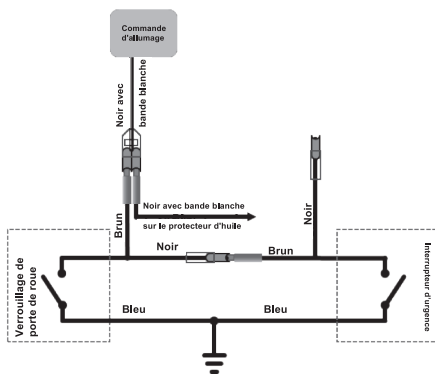
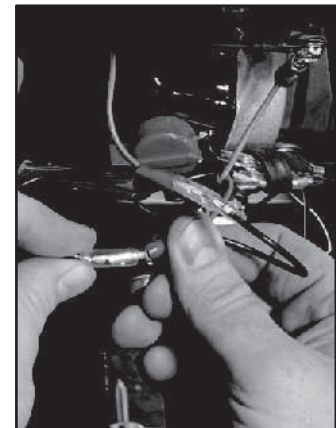

Fig. 59
Fig. 60
Étape 27 : Câbler le bouton d'arrêt d'urgence. Le bouton d'arrêt d'urgence est raccordé au moteur en connectant le fil bleu à la borne de mise à la terre (fig. 59) et en fixant le connecteur cylindrique sur le fil brun à la borne cylindrique noire qui est connectée à l'interrupteur de verrouillage de porte de roue (fig. 60). La borne cylindrique à fil noir n'est pas connectée à quoi que ce soit et est là pour permettre l'ajout d'un autre interrupteur si nécessaire.